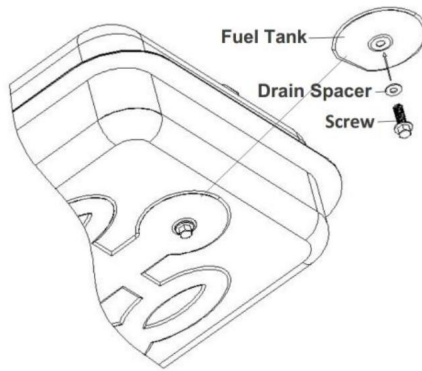

Fig.6 Borttagning av dräneringsplugg . Justering av pumptryck
2. Att ta bort dräneringspluggen (DG-K100). Dra plugggreppet nedåt och ta bort tätningshuvudet från dräneringshålets tank (se fig. 6).